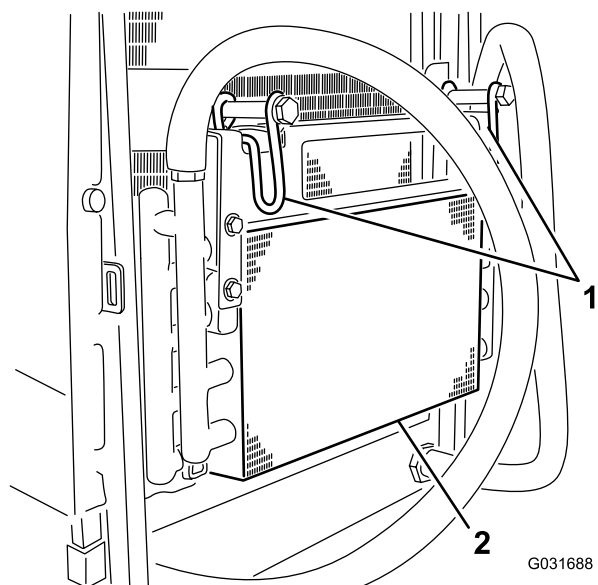

図 49
5. オイルクーラのラッチを内側に倒してオイルクーラを外す図 49。